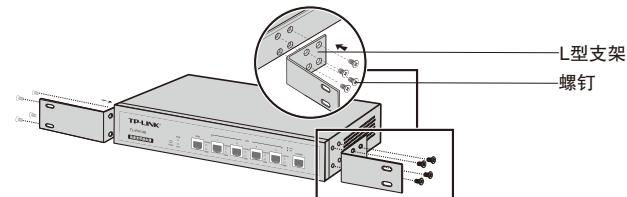

图2-2 架架安装示意图
2. 将配件中的两个L型支架分别安装在路由器面板的两侧，并用配件中提供的螺钉固定，如**图2-2所示**；